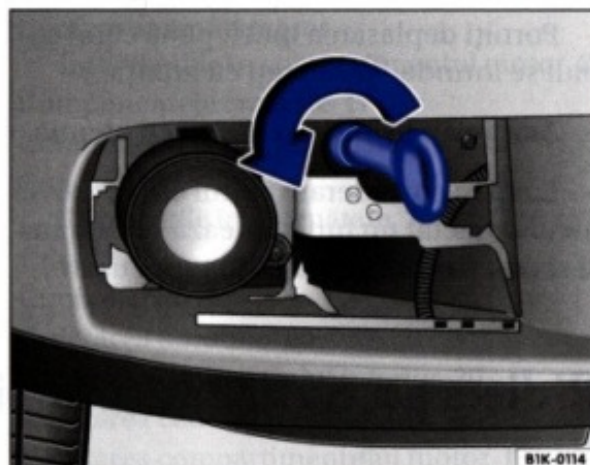

Fig. 43 Partea frontală dreapta: Însurubarea inelului de remorcă
- Înșurubați inelul de remorcă în sensul indicat de săgeată spre *stânga* în filet, până la limită ⇒ fig. 43.